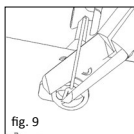

fig. 9
■ **fig. 9** La sfârșit se taie cu cleștișorul de tăiat (REF 8000 171) tija pe placa de capăt. Știftul rezultat prin aceasta pe placa de capăt sprijină mai târziu fixarea grefei între placa de capăt și timpan și previne o dislocare postoperatorivă. Lungimea știftului poate fi variată, totuși trebuie corelată cu grosimea grefei prevăzute.